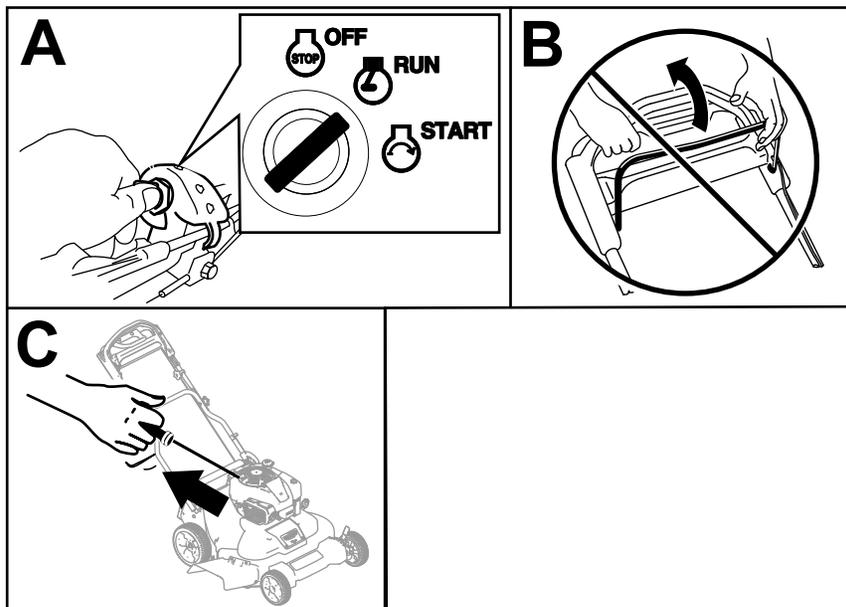

Bild 16
1. Drehen Sie den Zündschlüssel in die LAUF-Stellung (A in Bild 16).
**Wichtig:** Versuchen Sie nicht den Motor bei eingekuppeltem Schaltbügel anzulassen; sonst kann die Sicherung durchbrennen (B in Bild 16).
2. Ziehen Sie langsam am Rücklaufstartergriff, bis Sie einen Widerstand spüren. Ziehen Sie ihn dann kräftig durch (C in Bild 16). Lassen Sie das Seil langsam zum Motor zurücklaufen.